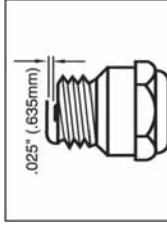

Fig. 13
1. Distanța electrozilor = .025" (635 mm) (Fig. 13).